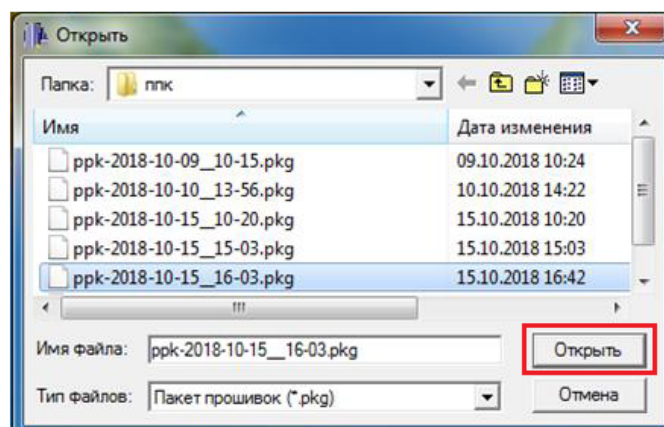

Рисунок 5 - Выбор файла программного обеспечения
- 1.1.8. Выбрать файл программного обеспечения на компьютере. Нажать кнопку **Открыть** (рисунок 5).